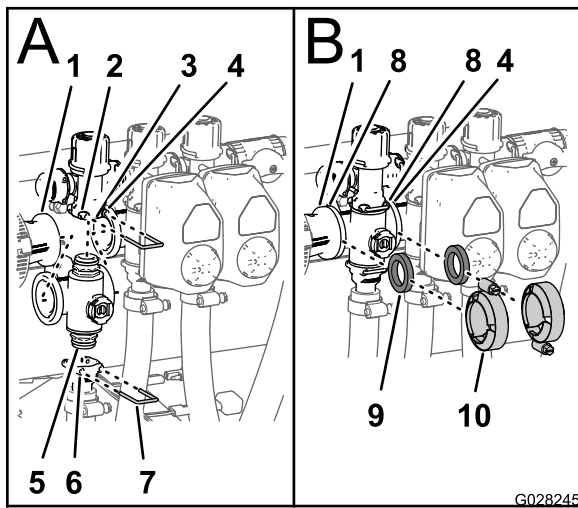

Bild 88
- Setzen Sie das obere Endkappen-Anschlussstück des Verteilerventils in das Anschlussstück des Sicherheitsventils ein (A von Bild 88).
8. Montieren Sie die zwei danebenliegenden Abschnittventilverteiler und eine Dichtung mit einer Klemme und ziehen sie mit der Hand an (B von Bild 88).
2. Stecken Sie einen Halter in den Sockel des Anschlussstückes des Sicherheitsventils, um das Endkappen-Anschlussstück am Anschlussstück des Sicherheitsventils zu befestigen (A von Bild 88).
3. Montieren Sie das Auslaufanschlussstück am unteren Endkappen-Anschlussstück des Verteilerventils (A von Bild 88).
4. Stecken Sie einen Halter in den Sockel des Auslaufanschlussstückes, um das Endkappen-Anschlussstück am Auslaufanschlussstück zu befestigen (A von Bild 88).
5. Fluchten Sie eine Dichtung zwischen den Flanschen der Reduzierkupplung und dem Abschnittventilverteiler aus (B von Bild 88).
6. Montieren Sie die Reduzierkupplung, die Dichtung und den Abschnittventilverteiler mit einer Klemme und ziehen sie mit der Hand an (B von Bild 88).
7. Fluchten Sie für den Einbau der zwei ganz links gelegenen Abschnittventile eine Dichtung zwischen den Flanschen der zwei danebenliegenden Abschnittventilverteiler aus (B von Bild 88).